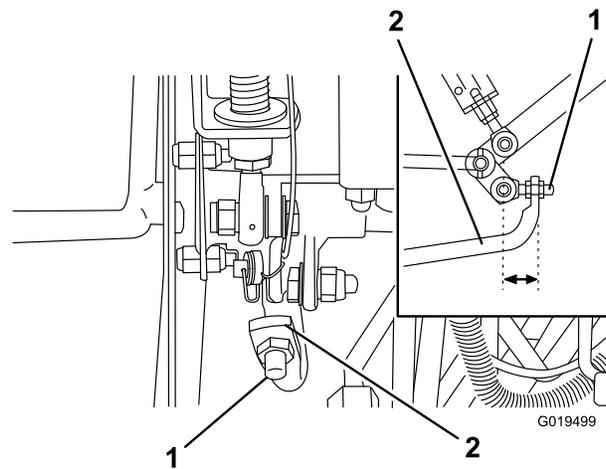

Figura 65
4. Ajuste las contratuercas del extremo de la varilla de la bomba para desplazar el tubo de control de la bomba hacia adelante, para eliminar el movimiento de la máquina hacia adelante, o hacia atrás, para eliminar el movimiento hacia atrás (Figura 65).